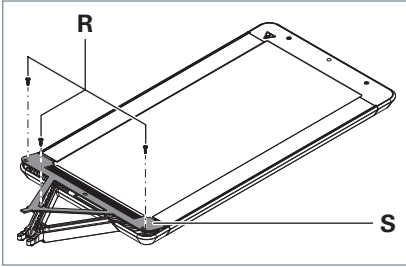

Fig. 5: Leuchtenkopf-Abdeckung entfernen.
1. Drehen Sie die Schrauben **R** aus der Abdeckung **S**, siehe Fig. 5.